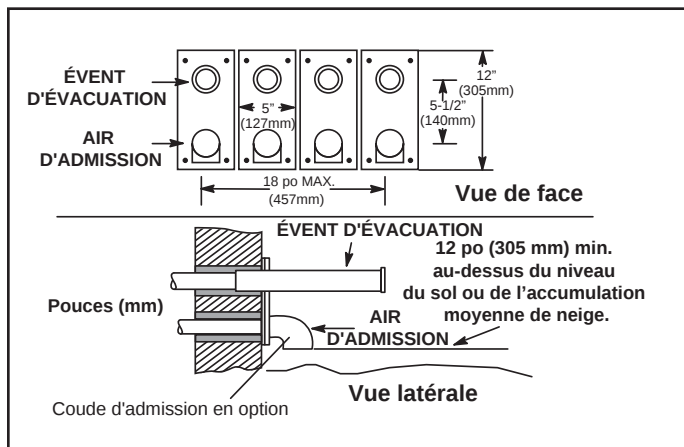

Figure 30. Terminaison d'évent facultative pour installation de plusieurs unités de terminaisons murales en ventilation directe
8. Une installation à plusieurs générateur d'air chaud peut utiliser un groupe de quatre terminaisons assemblé horizontalement, comme illustré à la Figure 30.